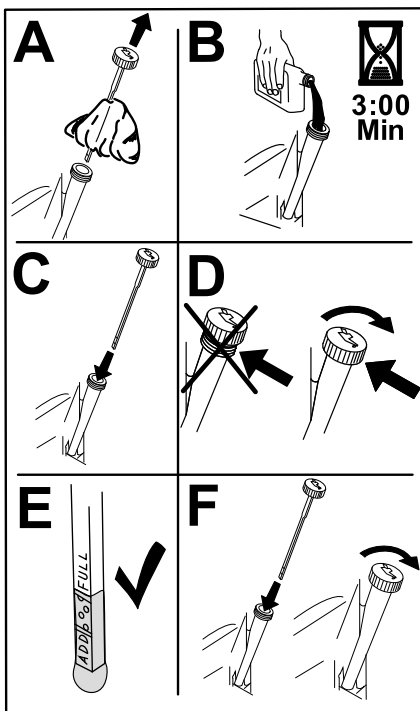

Figura 43
6. Turna încet aproximativ 80% din uleiul specificat în tubul de umplere și adăugai lent ulei suplimentar pentru ca acesta să ajungă la marcajul Complet (Figura 43).